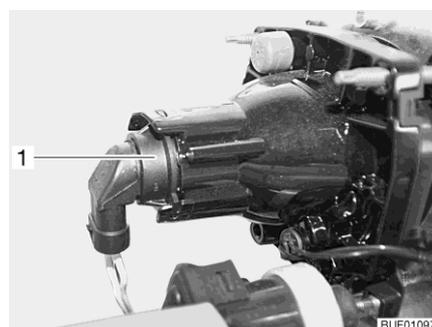

Fig. 160 Feux de croisement/feux de position/feux de route
- Placer la main derrière le support de l'ampoule (Fig. 160,1).